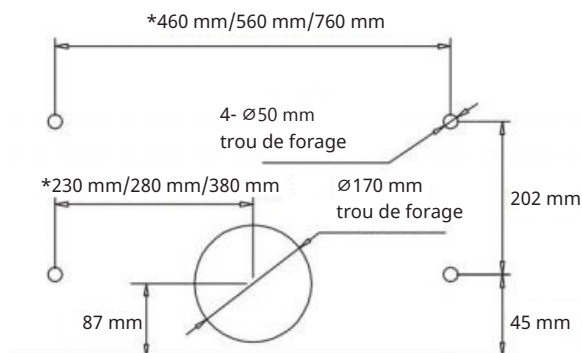

Figure 2
2. Percez 4 trous de Ø5 mm et un trou de Ø170 mm dans le fond du placard suspendu comme illustré sur les figures 2 et 3.